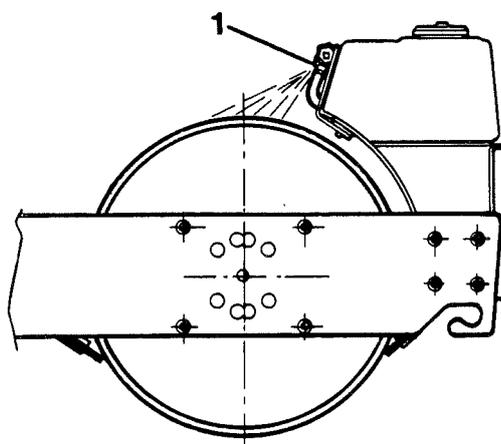

Fig. 8 Serbatoio dell'acqua
- 1 Chiudere il rubinetto del serbatoio (2) e rimuovere la scatola del filtro (1). Se l'acqua è torbida, procedere alla pulizia della scatola e del filtro con acqua.
- 2 Accertarsi che gli ugelli del sistema di innaffiamento (1, fig. 8) non siano intasati. Pulirli se necessario.